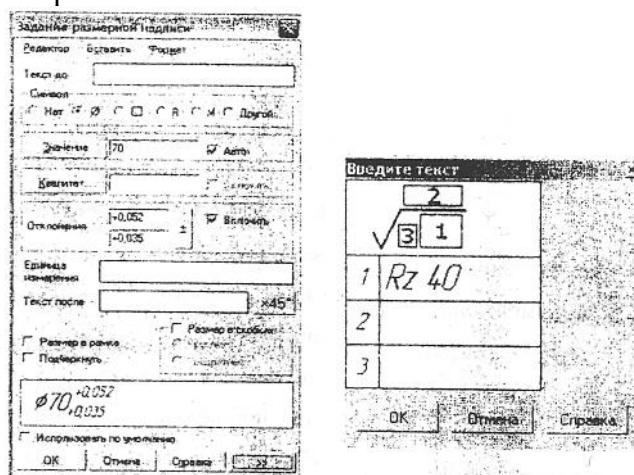

Рисунок 5
5. Для установки размера **70** в окне *Задания размерной надписи* в блоке *Символ* установите флажок на символе *диаметр*, активизируйте флажок *отклонения* и в открытые поля введите значения **+0,052** и **+0,035** (см. рисунок 5). Оставшиеся линейные размеры установите самостоятельно.
6. Ввод обозначения шероховатости поверхности. Активизируйте кнопку **Шероховатость** ✓ на компактной панели **Обозначения** и на **Панели свойств** в блоке **Тип** нажмите кнопку ✓ (*Без указания вида обработки*). В ответ на запрос системы укажите размерную линию длины втулки равную **100 мм**. На экране появится изображение значка шероховатости поверхности с указанием вида обработки. Щелкните мышью в поле **Текст** (см. рисунок 5). Заполните окно, введя в первой графе значение **Rz 40**, нажмите **ОК**. Зафиксируйте обозначение шероховатости.